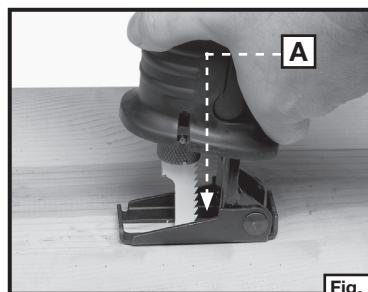

Fig. 11
La Modèle 750 sont fournis avec un soulier de guide de pivoting de Quik Change™ de keyless. La semelle (A) Fig. 11, sert de support durant la coupe. Elle pivote de sorte que la scie peut être levée progressivement à une position perpendiculaire par rapport à l'ouvrage alors que la scie est déplacée vers l'opérateur.